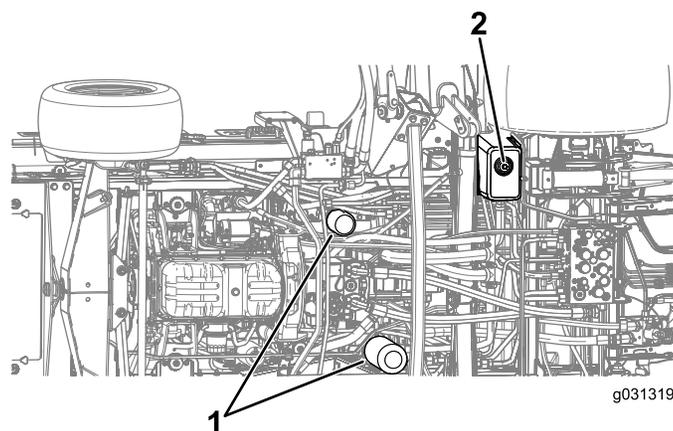

図 129
4. タンクの底面にあるドレンプラグを外し、流れ出すオイルを容器に受ける 図 129。
7. フィルタの下に廃油受けを置いてフィルタを外す 図 129。